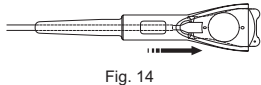

Fig. 14
8. Abra las mandíbulas de las pinzas y agarre la placa de la ICL o TICL, de modo que la marca de posición de la lente quede alineada con las mandíbulas. (Fig. 14)